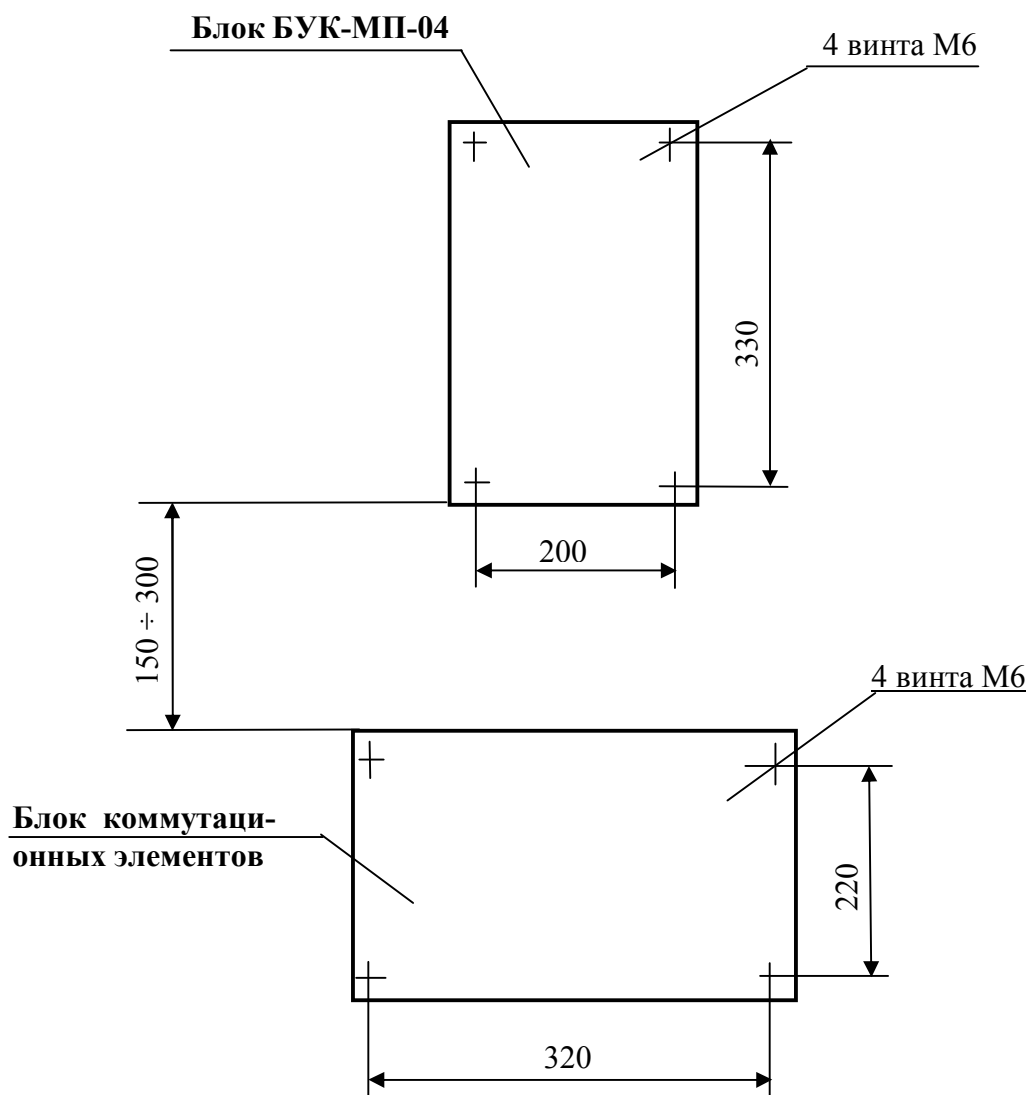

Рис. 1. Разметка под установку блока БУК-МП-04 и блока коммутационных элементов.
2.2.1. Блок **БУК-МП-04** устанавливается на вертикальной плоскости (щите) на высоте 1500-1700 мм от уровня пола. Блок коммутационных элементов (для подключения внешнего монтажа) располагается на расстоянии 150 – 300 мм ниже блока. См. рис.1